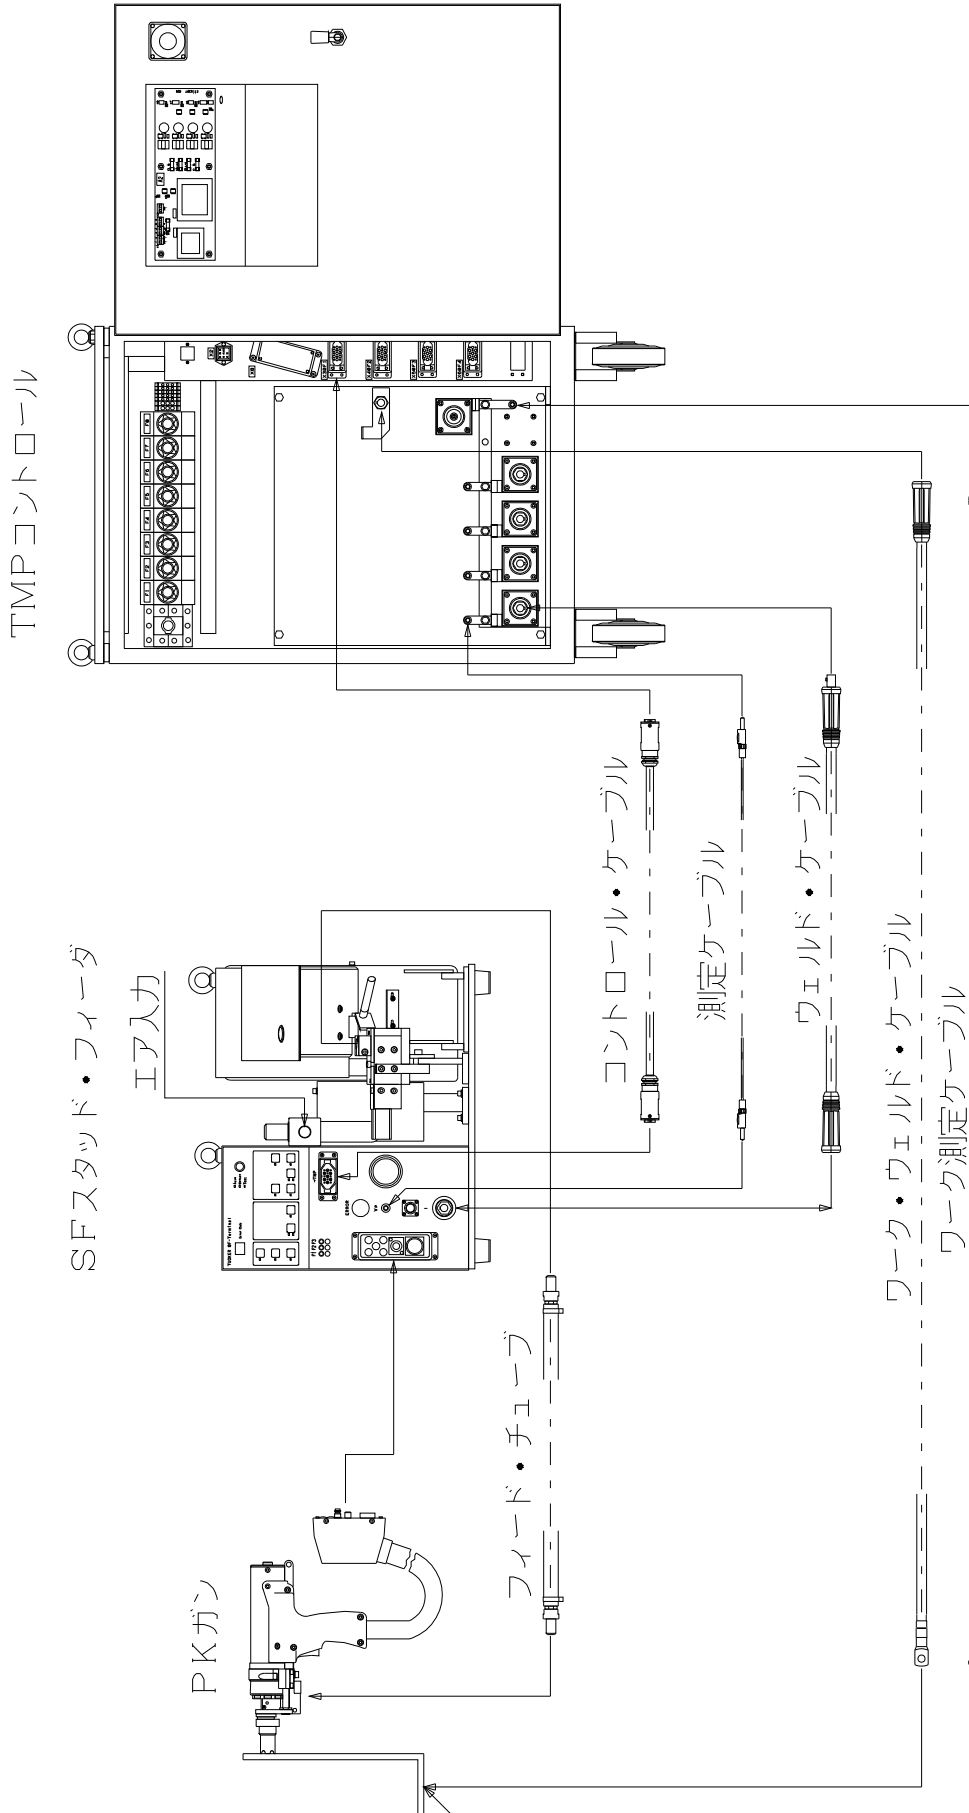

図 1. DCEまたはTMPコントロールとE T FまたはS Fスタッド・フィーダとの接続
- PK760 溶接ガンと PK760LF 溶接ガンの接続 (図1を参照して下さい)